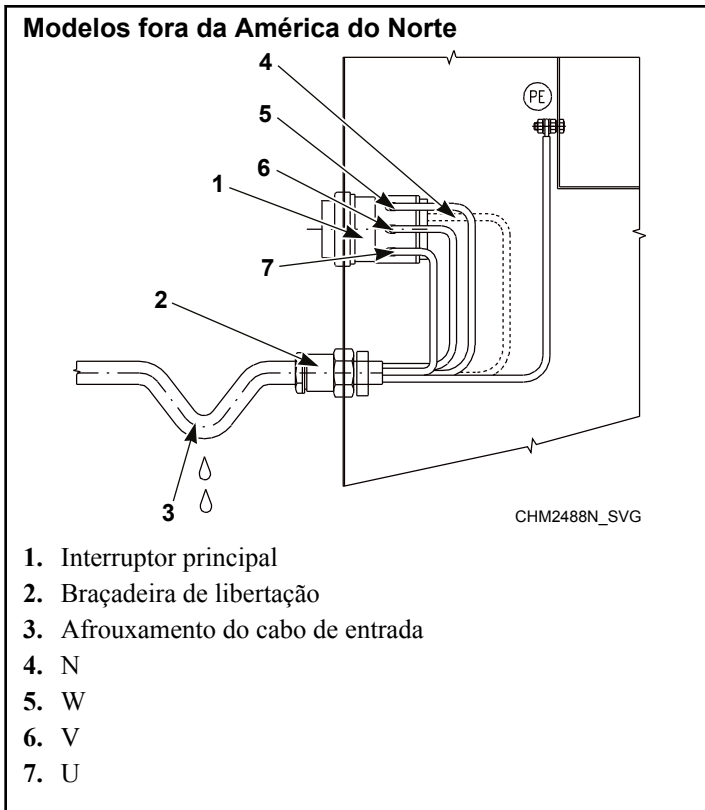
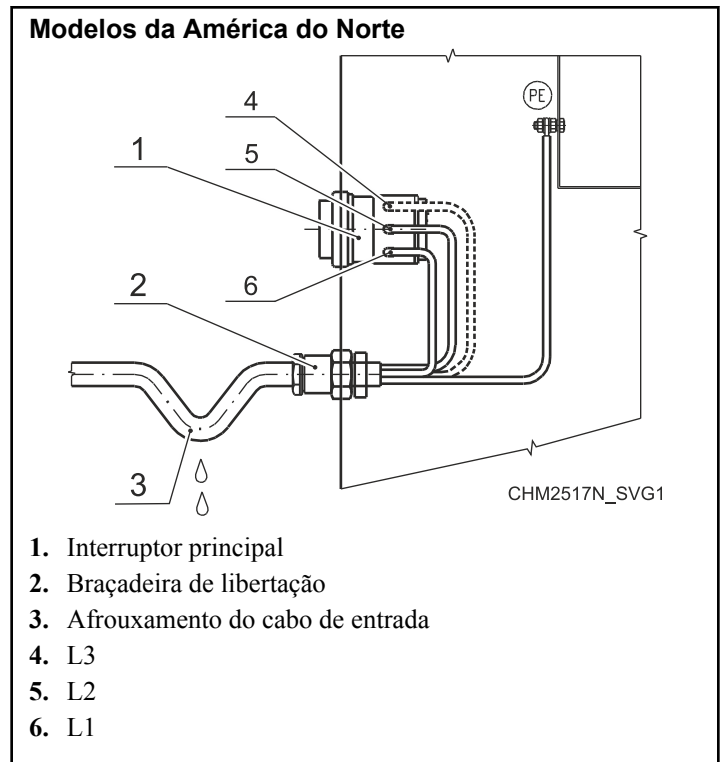

Figura 40
Figura 41
- Com condutores entrançados, utilize tubos de extremidade de fio com manga isoladora (6) para os condutores L1/U, (L2/V), (L3/W), (N). Assegure-se de que não é possível um contacto acidental, uma vez que o cabo de alimentação fica sob tensão mesmo com o interruptor principal desligado.
5. Ligue os condutores do cabo de alimentação aos terminais de entrada (interruptor principal [1]) marcados com L1/U, (L2/V), (L3/W), (N) e ao terminal marcado com PE. Consulte *Figura 40* ou *Figura 41*.
6. Afrouxe uma secção do cabo, à frente da respetiva braçadeira de libertação. Isto evitará que água condensada pingue para a máquina. Consulte *Figura 40* ou *Figura 41*.